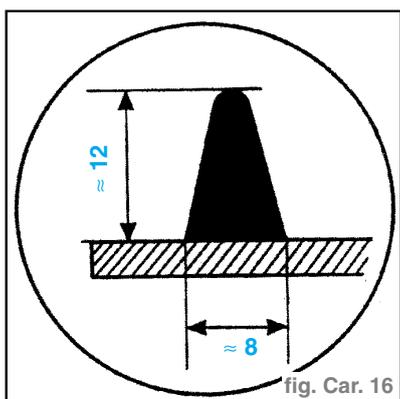

fig. Car. 16
- Le cordon doit être de forme triangulaire (fig. Car. 16)